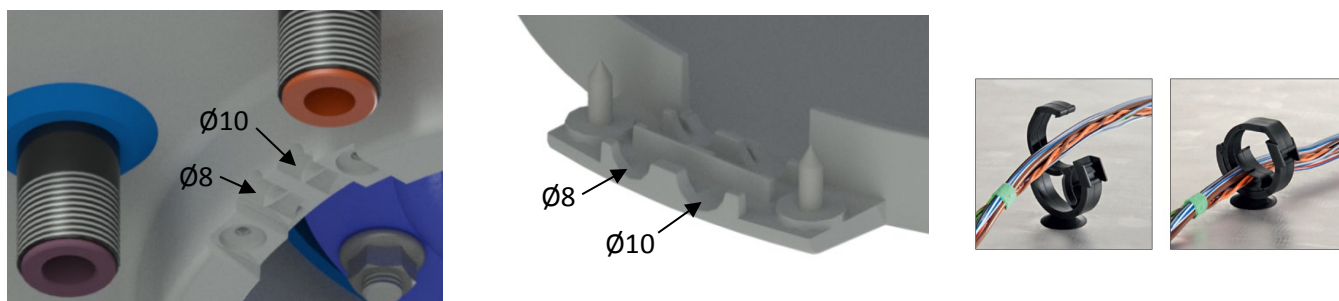
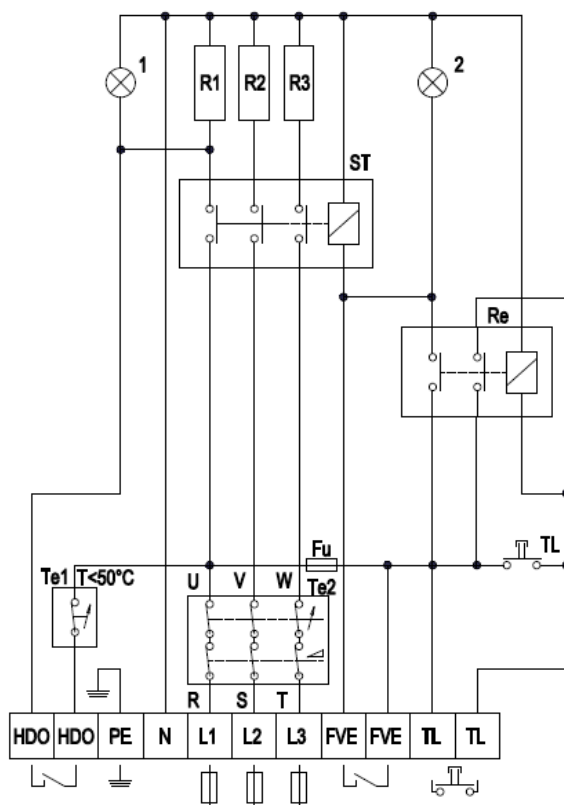

Рисунок 6
Рисунок 7
Подключение выполните согласно приложенной схеме. Подключение, выполненное на заводе, запрещено менять! (Рисунок 7) В крышке электропроводки снимите перегородку, соответствующую диаметру подводящего провода $\varnothing 8$ или $\varnothing 10$ (Рисунок 6). Степень защиты электрических компонентов водонагревателя - IP 44. Потребляемая мощность электрического нагревательного элемента 3×2200 Вт. Для крепления приводного кабеля используйте установленные держатели.
- Схема эл. подключения прилагается к водонагревателю на крышке электропроводки (Рисунок 7).